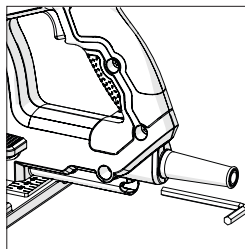

Fig. 1
- Localizzare la chiave esagonale per il cambio lama in dotazione conservata nell'apposito alloggiamento integrato **(19) (Fig.1)**